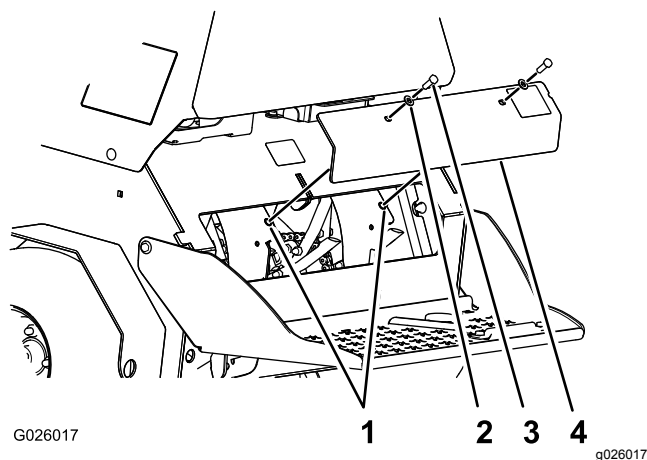

Figure 61
3. Retirez les 2 boulons ($\frac{3}{8}$ x 1 po) et les 2 rondelles ($\frac{3}{8}$ po) qui fixent le panneau arrière au châssis, et déposez le panneau (Figure 61).
6. Alignez les trous du panneau arrière et les trous du châssis (Figure 61).
7. Fixez le panneau au châssis au moyen des 2 boulons et des 2 rondelles (Figure 61) que vous avez retirés à l'opération 3; serrez les boulons à un couple de 37 à 45 N·m (27 à 33 po-lb)